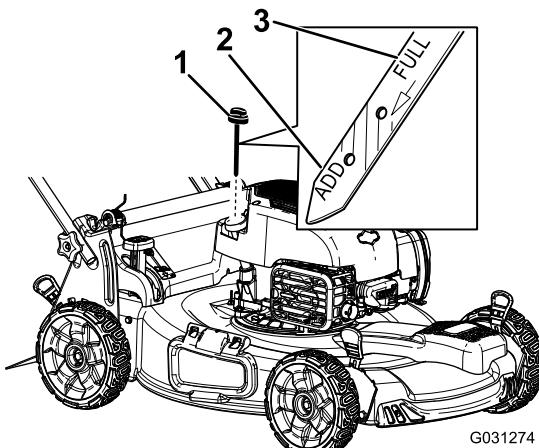

Figura 23
2. Retire la varilla (Figura 23).
4. Vierta aceite **lentamente** por el tubo de llenado hasta que el nivel de aceite llegue a la marca **Lleno** de la varilla (Figura 23). **No llene demasiado**.